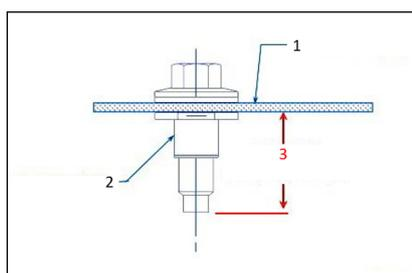

Fig. 1
- Les éléments de fixation (y compris les PlusNut® ou les éléments semblables) ne doivent pas dépasser de plus de 25 mm (1,0") sous le plancher du véhicule (figure 1)